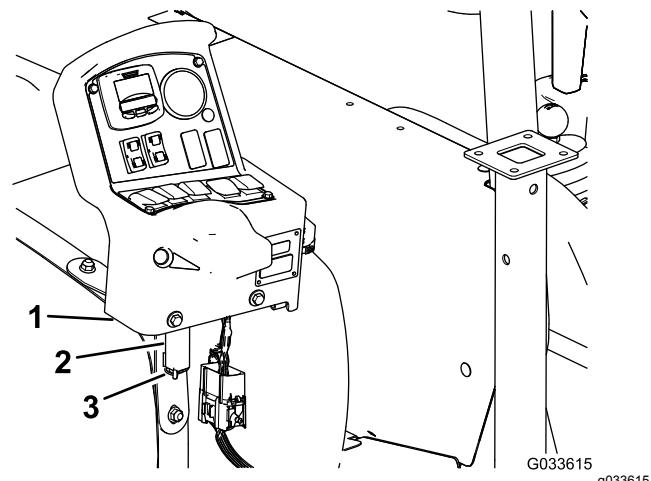

Figure 129
- Déposez la console de son support sur la planche de bord de la machine et alignez l'axe de pivotement de la console et le support de rangement au niveau de la sangle avant de la cuve (Figure 129) ; voir Montage de la console de commande sur la machine \(page 25\).
- Fixez la console au support et fixez l'axe de pivot au support avec la goupille fendue (Figure 129).